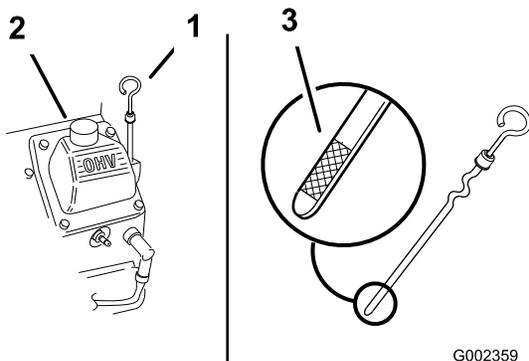

Figure 23
3. Nettoyez la surface autour de la jauge d'huile (Figure 23) pour éviter que des impuretés ne s'introduisent dans le goulot de remplissage, ce qui risquerait d'endommager le moteur.
4. Retirez la jauge d'huile et essuyez soigneusement son extrémité (Figure 23).
5. Remettez la jauge au fond du tube de remplissage, mais sans la visser (Figure 23).
6. Versez avec précaution environ 80 % de la quantité d'huile spécifiée dans le goulot de remplissage (Figure 23).